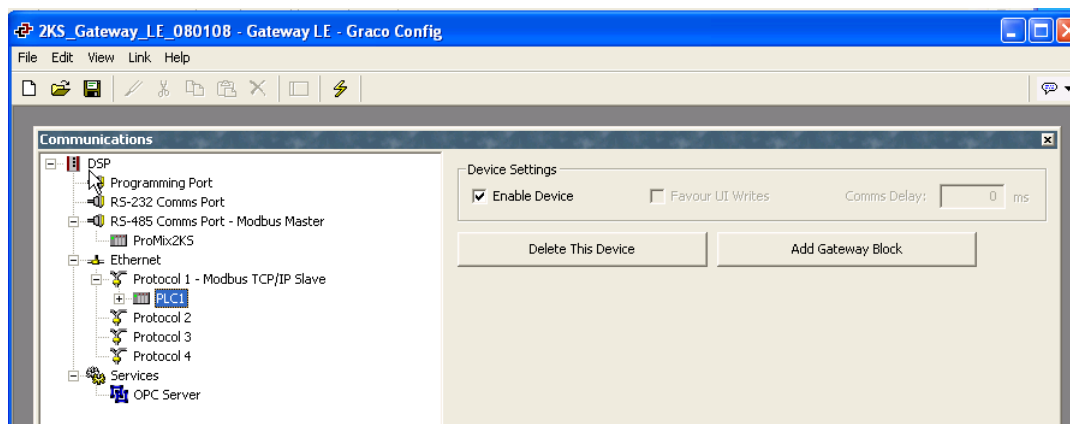

Рис. 21: Переименование устройства PLC1
3. См. Рис. 21. Щелкните по названию устройства PLC1 правой кнопкой мыши и дайте устройству другое, более понятное название.